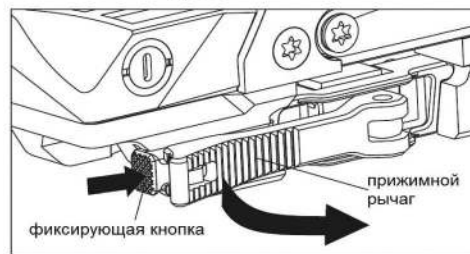

рис.4
2. Благодаря нашей патентованной прижимной системе инструменты для установки прицела на планку не требуются. Нажмите на рифленую фиксирующую кнопку и сдвиньте рычаг, чтобы открыть прижимную пластину. Чтобы установить прицел на планку, нажмите на рычаг, чтобы кнопка автоматически защелкнулась. Установка завершена (см. Рис.4).